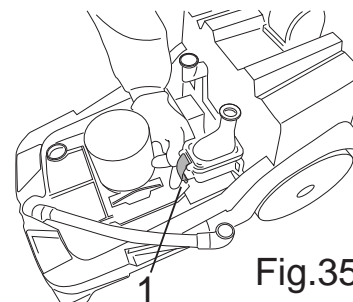

Fig.35
- Fjern dækslet til to-takts kraftventilsystemet ved at afmontere det fra løftestangen (Fig.35-Ref.1).